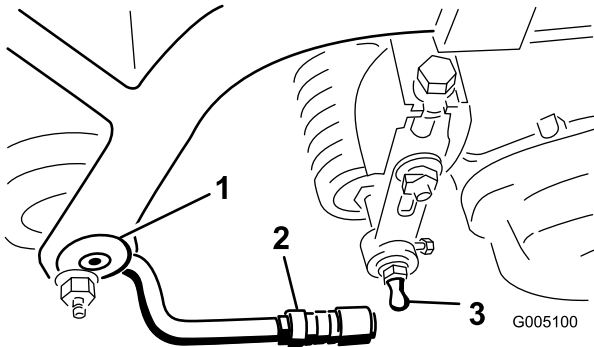

Figure 7
- Placez une rotule à chaque extrémité du rouleau avant sur les plateaux de coupe (Figure 7).
- Repoussez la gaine sur la rotule et tournez le bras de traction vers le bas pour que la douille s'adapte sur la sphère. Relâchez la gaine pour qu'elle vienne recouvrir le goujon et solidarise les ensembles (Figure 7).